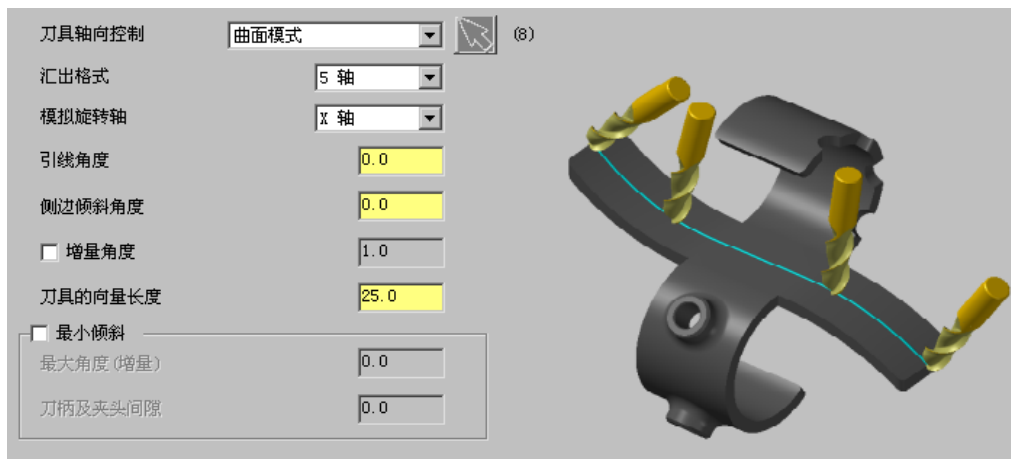

图 12.3.8 刀具轴控制参数设置界面
Step4. 设置刀具轴控制参数。在“多轴刀具路径-曲线五轴”对话框左侧的节点列表中单击 **刀具轴控制** 节点，切换到图 12.3.8 所示的刀具轴控制参数设置界面。在 **刀具轴向控制** 下拉